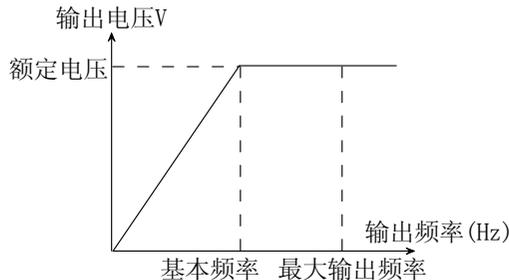

图 5-0-1 输出频率与输出电压关系图
- ◆ 基本频率 $F_{BASE}$ ：当变频器的输出电压等于额定电压 $U_N$ 时的最小输出频率，用来作为调节频率的基准。通常以电机额定频率作为基本频率的设定值。本系列变频器，基本频率 $F_{BASE}$ 可调范围为0.10~400.0Hz。在通常运用的情况下，应按电机的额定频率选择 $F_{BASE}$ 。在特殊运用的场合，可按使用要求设定，但此时必须特别注意与负载电机的V/F特性的配合及电机的出力要求，如图5-0-1输出频率与输出电压关系图所示。